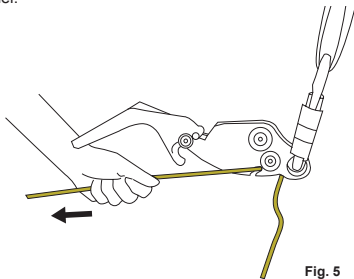

Fig. 5
6. Verwijder elke speling van de lijn door aan het vrije uiteinde van de lijn te trekken, zoals aangegeven in afb. 5.
Nadat de lijn tussen het verankeringspunt en de te redden persoon zoveel mogelijk is strakgetrokken (afb.5), dient de gedragen valbeschermingsuitrusting te worden versteld, zodat de persoon kan zakken totdat het gewicht volledig is overgedragen op de **Smartline X**. Vervolgens kan de andere valbeschermingsuitrusting worden verwijderd en kan de afdaling beginnen.